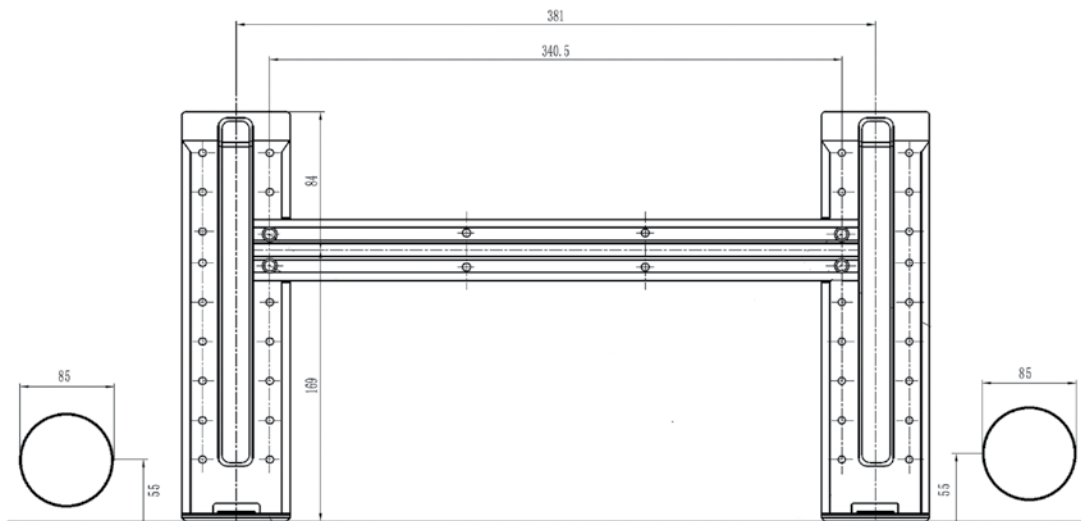

Afbeelding 8
- a. Breng de installatieplaat ① horizontaal op een voldoende stevige wand aan en houd een ruimte rond de installatieplaat aan. Zie afbeelding 8
- b. Als de wand is gemaakt van baksteen, beton of een vergelijkbaar materiaal, dienen acht gaten met een diameter van 5 mm in de wand te worden geboord. Breng de pluggen ② voor de desbetreffende bevestigingsschroeven ③ aan.
- c. Monteer de installatieplaat ① op de wand met acht schroeven van het type "A" ③.